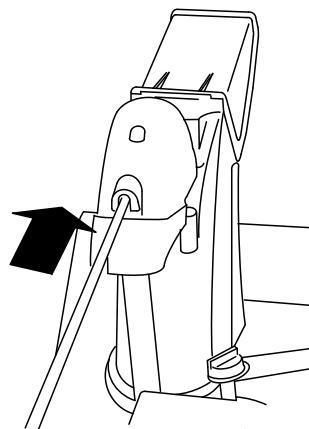

Рисунок 15
4. Вставьте передний конец штока в отверстие на задней крышки редуктора желоба так, чтобы он вошел в соприкосновение с редуктором (Рисунок 15).